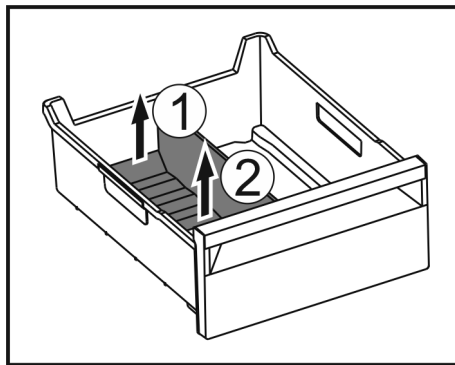

Fig. 258
- Ridicați partea posterioară a separatorului pentru compartimentul de gheață. Fig. 258 (1)
- Scoateți separatorul pentru compartimentul de gheață în sus. Fig. 258 (2)